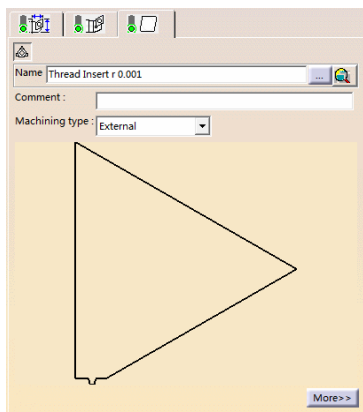

图 6-158 刀片选项卡（8）
- 单击刀具参数选项卡中的 ，切换到刀片选项卡（8），设置刀片类型以及刀片参数，如图 6-158 所示。